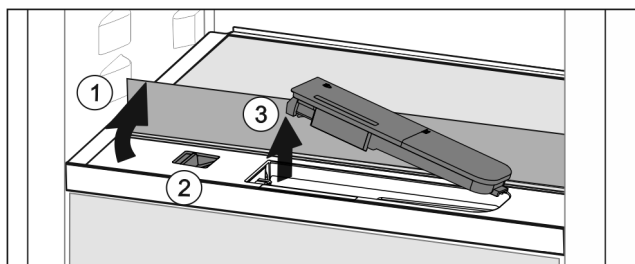

Fig. 150
- Skleněnou desku nadzvedněte a zaklapněte dozadu až na doraz Fig. 150 (1).
- Posuvník Fig. 150 (2) posuňte doleva.
- Vyjměte nádržku na vodu Fig. 150 (3).